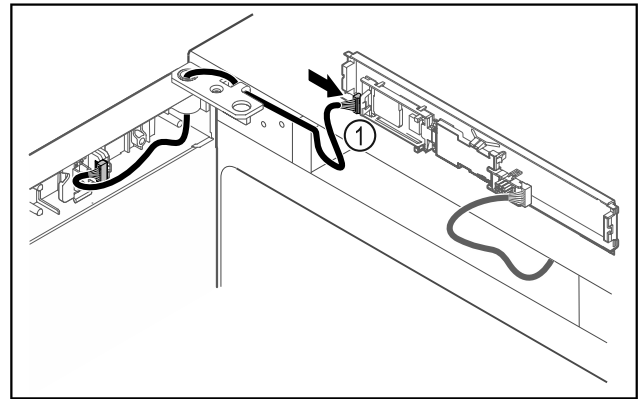

Fig. 46
- Встановити штекер Fig. 46 (1) на плиті.